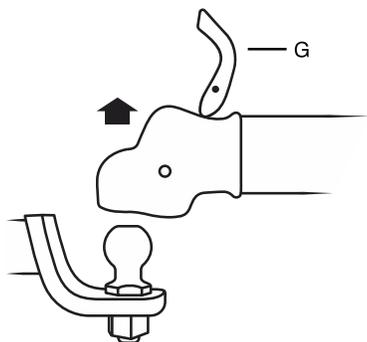

Figure 6
Soulevez la clenche pour couplage automatique de ce coupleur (G) en position verticale (Figure 6). Si cette clenche ne s'élève pas verticalement avec un effort normal de la main, poussez vers l'arrière sur la remorque ou avancez légèrement avec votre véhicule-remorqueur, jusqu'à ce que cette clenche s'élève verticalement avec un effort normal de la main. Ensuite, soulevez complètement le coupleur hors de la boule d'attache de remorque en utilisant le cric du timon, puis abaissez doucement le timon de la remorque jusqu'au sol. Abaissez la clenche pour couplage automatique jusqu'à ce qu'elle soit complètement en position abaissée, une fois cette procédure terminée (voyez la Figure 1).